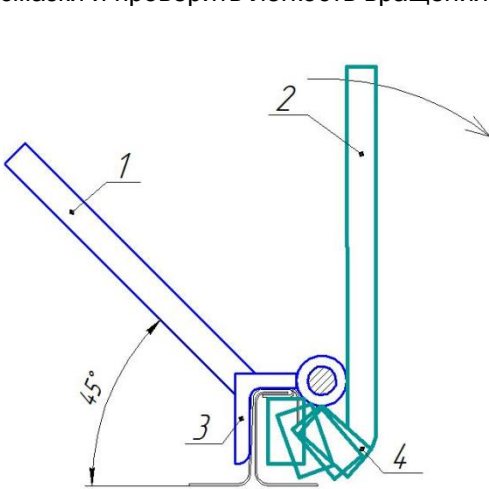

Рис. 2
3.2. Для выполнения 1-гогиба установить рамку в положение (Рис.2), при котором верхняя полка уголка 3 опирается своей внутренней поверхностью на охватываемую кромку кровельной панели, а нижняя полка этого уголка расположена вертикально и упирается своей внутренней поверхностью в охватываемую кромку кровельной панели. При этом ручка 1, соединенная с уголком 3 должна быть неподвижна и располагаться под углом 45 градусов, а ручка 2 из вертикального положения начинает свое движение по часовой стрелке и узкой стороной полосы 4 поджимает край охватываемой кромки.